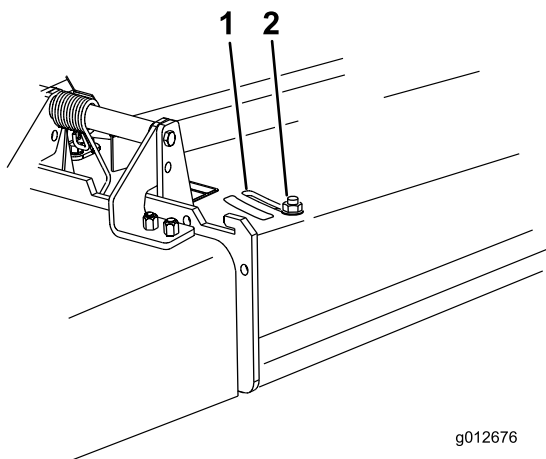

図 28
3. バッフルを調整する場合には、ナットをゆるめる 図 28。